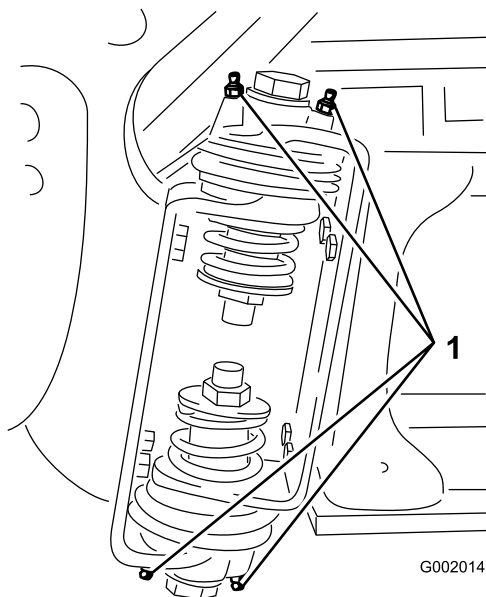

Figura 45
2. Introduza massa lubrificante no rolamento ou casquilho de cada união Figura 45.